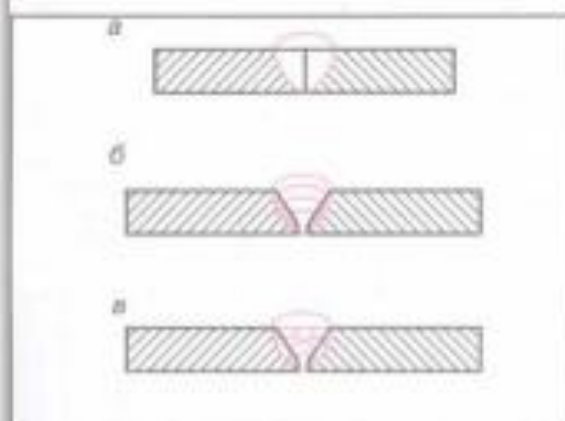

Рис. 23
7. По количеству слоев (рис. 23) швы делятся на: однослойные (а), многослойные (б) и многослойные многопроходные (в).